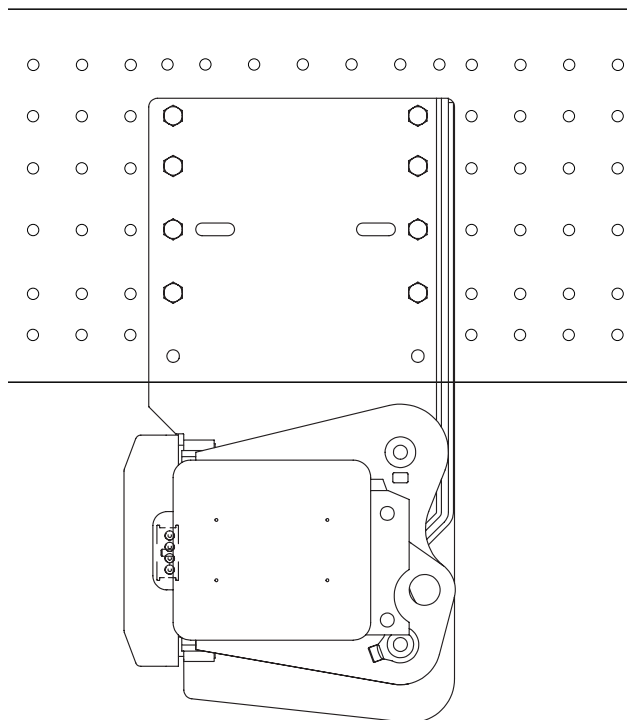

Bild 17. Montering av ramfästet på fordonsram med förborrade hål
- 16 Skruva fast fästena på utsidan av fordonsramen. Montera i de spårformade hålen med minst 8 skruvar. Använd passande skruvar (hållfasthet motsvarande M14 10.9 eller högre) och montera tillhörande bricka och mutter på fordonsramens insida. Montera skruvarna utan att dra åt. Se Bild 17.
- 19 Borra hål i fordonsramen för fästskruvar i respektive fästes två övre runda hål. Använd passande skruvar (hållfasthet motsvarande M14 10.9 eller högre) och montera tillhörande bricka och mutter på fordonsramens insida. Se Bild 17. Dra åt skruvarna med momentnyckel. **Åtdragningsmoment: Standard för vald skruv.**